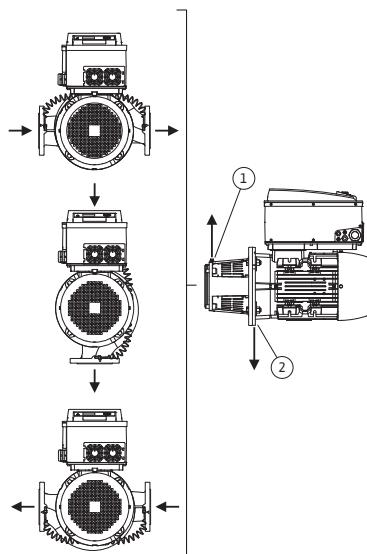
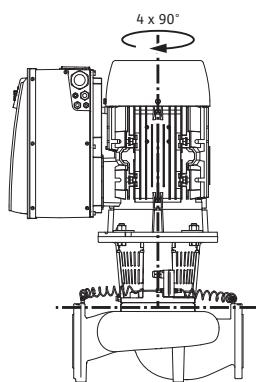

Fig. 18: Posições de instalação autorizadas com o veio do motor na horizontal
Fig. 19: Posições de instalação autorizadas com o veio do motor na vertical
As posições de instalação autorizadas com o veio do motor na horizontal e o módulo electrónico virado para cima (0°) estão representadas na fig. 18. Não estão representadas as posições de instalação autorizadas com módulo electrónico montado lateralmente ($+/- 90^\circ$). São autorizadas todas as posições de instalação excepto “Módulo electrónico virado para baixo” ($- 180^\circ$). A ventilação da bomba só pode ser garantida se a válvula de ventilação estiver virada para cima (Fig. 18, pos. 1).
Apenas esta posição (0°) permite que o condensado acumulado seja escoado por um orifício existente, lanterna da bomba ou motor (fig. 18, pos. 2).
As posições de instalação autorizadas com o veio do motor na vertical estão representadas na fig. 19. São autorizadas todas as posições de instalação excepto “Motor para baixo”.
- A válvula de ventilação na lanterna (Fig. 6, pos. 1.31) tem de estar sempre virada para cima, com o eixo do motor na horizontal (Fig. 12). Com o eixo do motor na vertical, qualquer orientação é admitida. Para isso, ver também Fig. 18: “Posições de instalação autorizadas com o veio do motor na horizontal” na página 142 ou Fig. 19: “Posições de instalação autorizadas com o veio do motor na vertical” na página 142.
- No caso do eixo de motor horizontal, o furo para água de condensação deve estar virado para baixo (fig. 18, pos.2). Se necessário, rodar o motor.